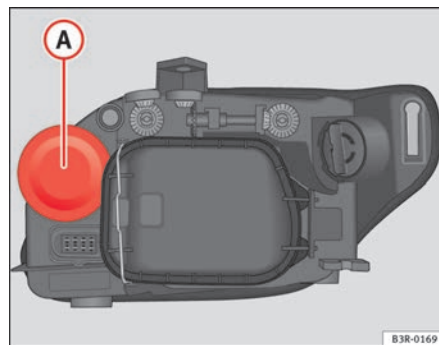

Fig. 191 Luz de carretera
- Retire la tapa de goma **A** ⇒ fig. 191 tirando de ella.